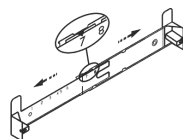

рис. 5
6.2 Крепление кронштейна к стене (рис. 5, 6):
- прежде чем прикрепить кронштейн к стене, необходимо выставить его на нужный размер рис. 5 (равный ширине верхней фальштрубы), для этого увеличьте размер кронштейна (если это необходимо), раздвинув его;
- установите фиксатор напротив цифры 7 (см. рис. 5);